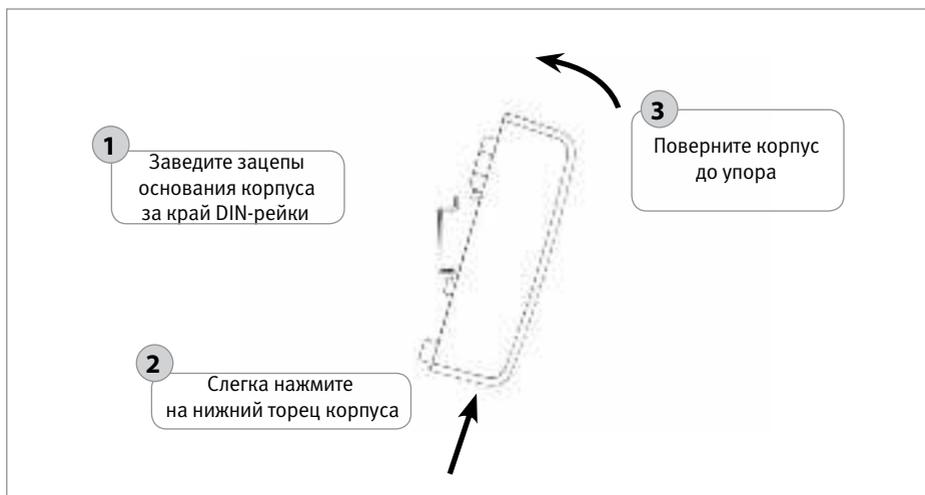

Рисунок 39. Порядок установки прибора на DIN-рейку
- 3.2. Установите прибор на DIN-рейку в порядке, указанном на рис. 39.